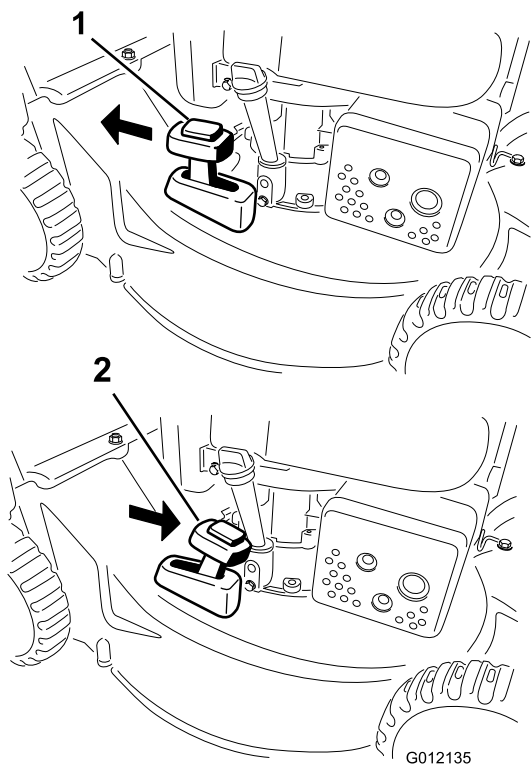

Figura 16
Per riciclare lo sfalcio, spostate la leva di comando del cesto nella posizione di RICICLAGGIO (Figura 16).
2. Montate il cesto di raccolta; fate riferimento a Montaggio del cesto di raccolta \(pagina 11\) e spostate la leva di comando del cesto nella posizione di RACCOLTA come illustrato in Figura 16.
**Nota:** Prima di scaricare posteriormente lo sfalcio, togliete il cesto di raccolta dal tosaerba, se montato; fate riferimento a Rimozione del cesto di raccolta \(pagina 11\). La leva di comando del cesto deve essere in modalità di RACCOLTA come illustrato nella Figura 16.